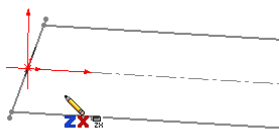
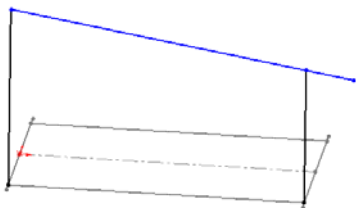
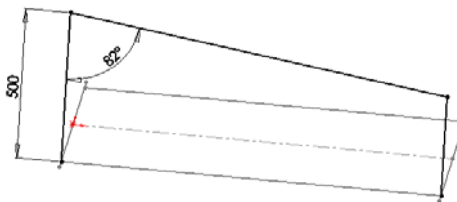

图 16-4 切换 3D 绘图坐标系
图 16-5 绘制三条直线
图 16-6 标注智能尺寸
① 单击“草图”工具栏中的“3D 草图”按钮,然后单击“草图”工具栏中的“直线”按钮,按 Tab 键,将坐标系切换为 ZX 坐标,如图 16-4 所示,绘制三条直线,如图 16-5 所示,标注其智能尺寸,并且进行剪裁,结果如图 16-6 所示。